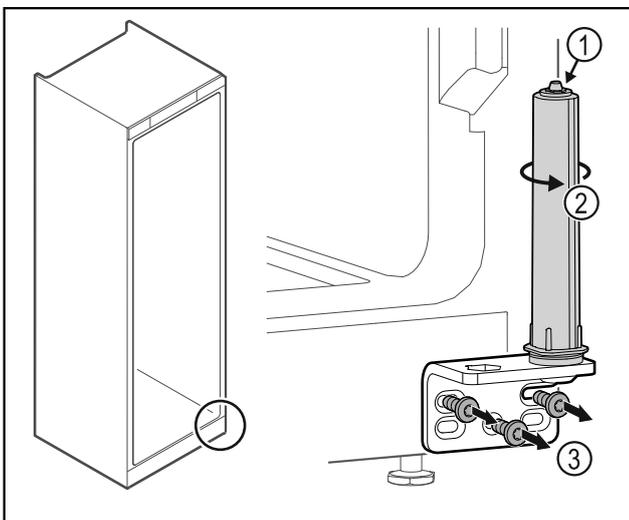

Fig. 33
- ▶ Не разбирайте систему закрытия двери Fig. 33 (1).
- ▶ Поворачивайте систему закрытия Fig. 33 (2) до щелчка.
- ▶ Отвинтите шарнирные уголки Fig. 33 (3).